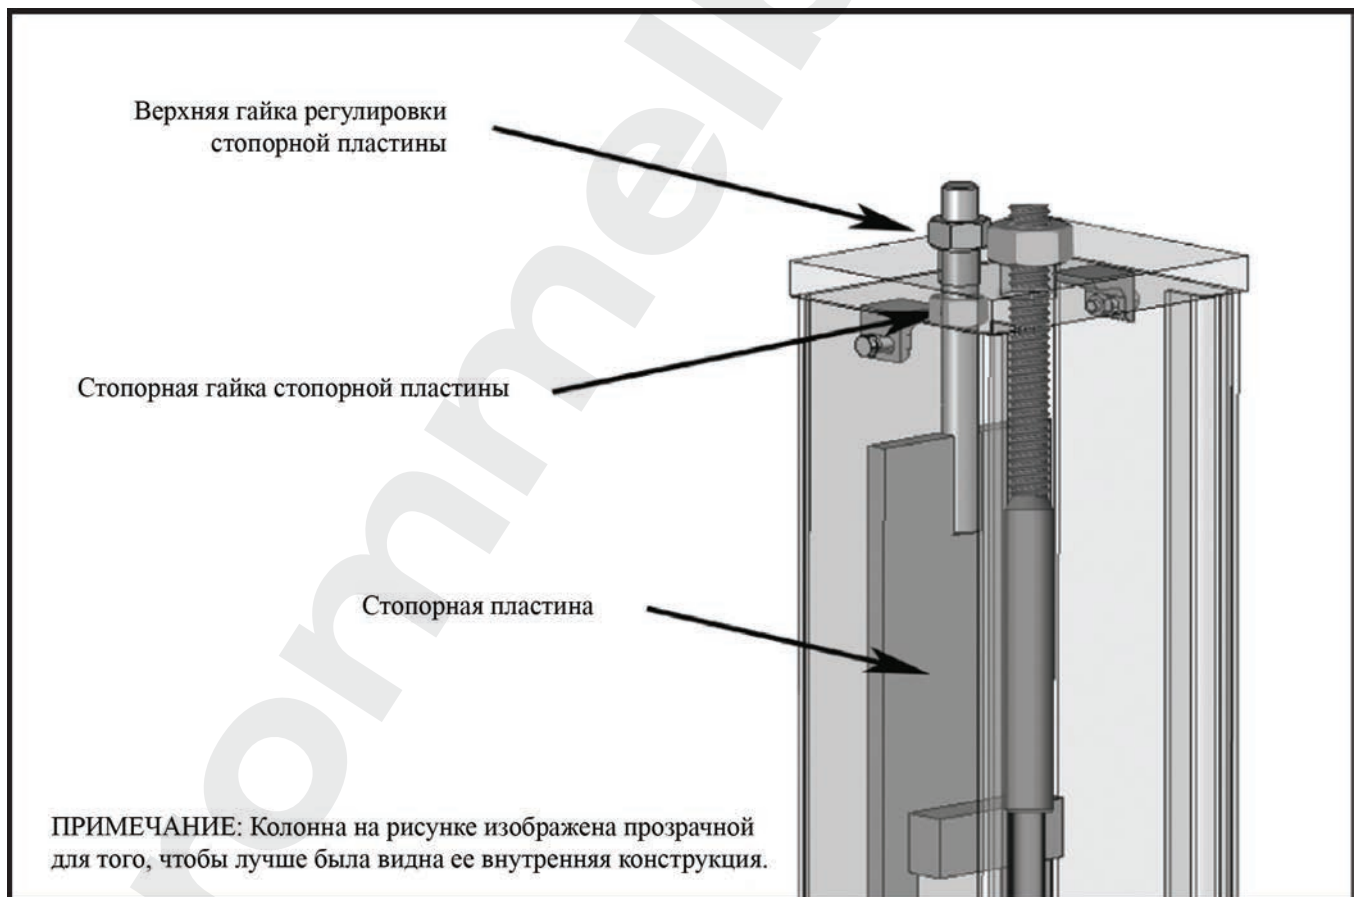

Рис. 17.2
10. Для завершения процедуры выравнивания, зафиксируйте каждую стопорную пластину стопорной гайкой, расположенной под верхней крышкой стойки (см. рис. 17.2).